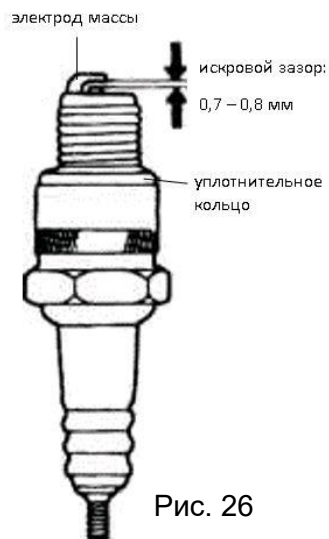

Рис. 26
5. Измерьте расстояние между электродами с помощью щупа. (см. рис. 26) Расстояние между электродами:  $0,70 \pm 0,80$  мм. При необходимости подогните электрод массы до нужного расстояния.